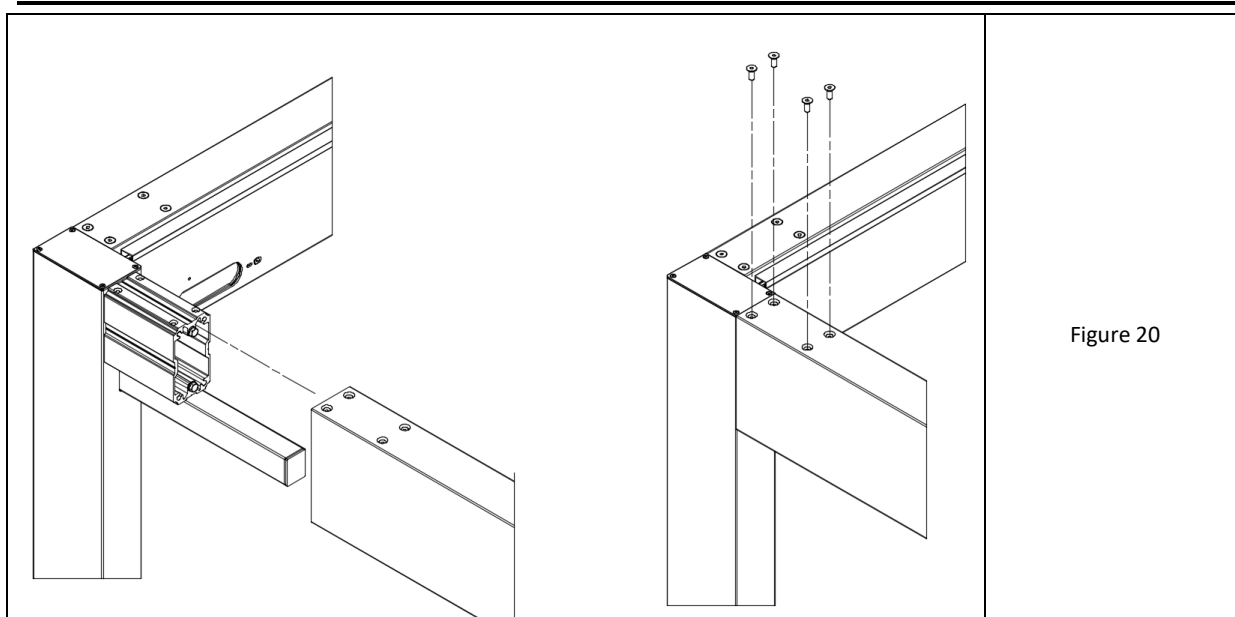

Figure 20
8. Glissez la poutre longitudinale (fig. 20-gauche) sur les os des poteaux transversaux du cadre du côté du débordement de l'angle.
10. Lors de l'insertion, évitez d'abraser la couche d'étanchéité et n'appliquez l'EPDM sur la paroi de la poutre que lorsque les contours des haricots sont alignés. Serrez le trop-plein avec 2 vis à tête fraisée M5x8 (dans les trous extérieurs de l'haricot) (fig.20-droite).
11. Serrez la poutre longitudinale à l'os du poteau du côté de la chambre supérieure de la poutre à l'aide de 4 vis à tête fraisée M8x20 avec une douille à six pans creux (fig.20-droite).